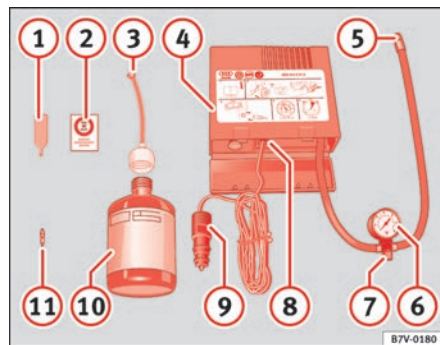

Fig. 154 Contenido kit antipinchazos
- Enrosque el tubo de inflado ⇒ fig. 154 ⑤ en la válvula.
- Cerciórese de que el tornillo de evacuación de aire ⑦ está enroscado.
- Acople el conector ⑨ a una toma de corriente de 12 voltios del vehículo.
- Conecte el compresor mediante el interruptor ON/OFF ⑧ durante 6 minutos como máximo.